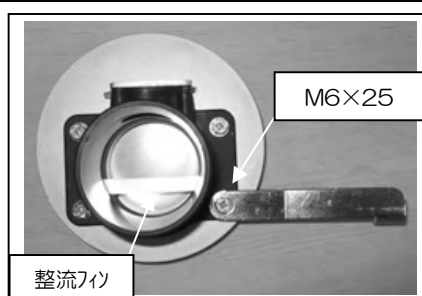

図 6
②組み立てたエアフロアダプターと、アダプター、ジョイントアダプター、整流フィン、ステーを図 6、7 を参考に組み立てます。※整流フィンはアダプターとジョイントアダプターの間へ挟みます。取り付け位置、向きに注意して下さい。※ボルトは、ステー取付部にはM6×25、その他の部分にはM6×20を使用します。